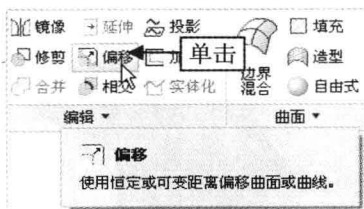

图 10-25 单击“偏移”按钮
Step 02 在“功能区”选项板的“模型”选项卡中，单击“编辑”面板中的“偏移”按钮，如图 10-25 所示。